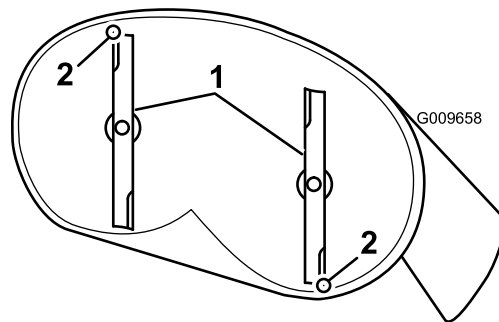
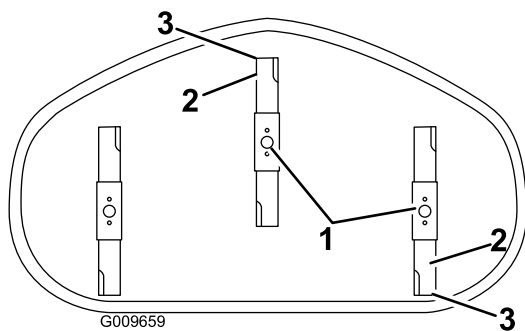

Figure 55
Figure 56
4. Faites pivoter les lames avec précaution pour faire passer les pointes avant à l'arrière (Figure 55 et Figure 56).
5. Mesurez la distance entre la pointe de la lame avant et la pointe de la lame arrière par rapport à la surface plane (Figure 55).
de la lame soit de 1,6 à 8 mm (1/16 à 5/16 po) plus bas de la pointe arrière (Figure 55).